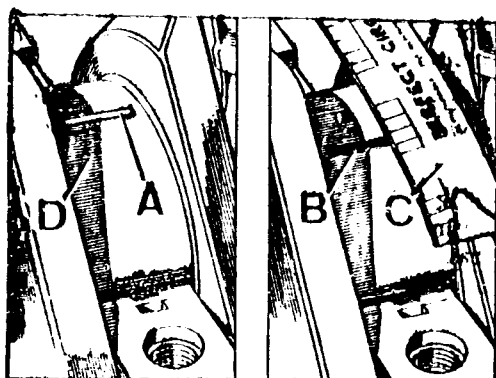

Fig. A3-100 Comprobación del juego entre los cojinetes y los muñones del cigueñal
- 1.10. Una vez ajustado el juego longitudinal se verificará el juego entre los cojinetes y los muñones del cigueñal. Colocar en cada muñón un trozo de plastigage, A (Fig. A3-100). Instalar todas las tapas, dándoles a los tornillos el --apriete indicado. Desmontar nuevamente las tapas y medir el ancho, B, del --plastigage con la escala impresa en la funda del citado producto. La medida --obtenida deberá ser de 0,020 á 0,067.mm.